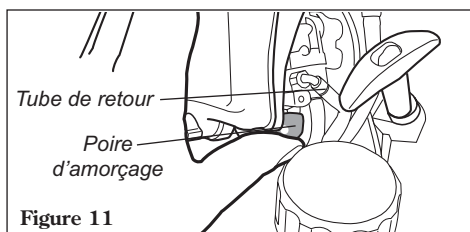

Figure 11
2. Presser à plusieurs reprises la pompe d'amorçage du carburateur jusqu'à voir le carburant circuler dans le tube de retour transparent. Voir figure 11.